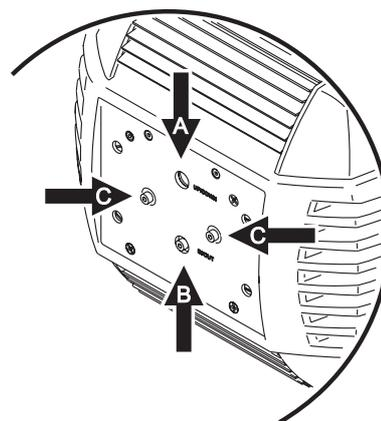

Bild 6: Schrauben zur Lampenjustage
- Siehe Bild 6. Der hot-spot wird mit den Schrauben (A) am Lampenmodul vertikal, mit den Schrauben (C) horizontal zentriert.
- Wenn der hot-spot sehr ausgeprägt ist, drehen Sie die Schraube (B) gegen den Uhrzeigersinn, bis die Helligkeit gleichmäßig erscheint. Wenn der Lichtstrahl am Rand heller als in der Mitte oder sehr dunkel ist, drehen Sie die Schraube (B) im Uhrzeigersinn, bis der Lichtstrahl hell und gleichmäßig ist.